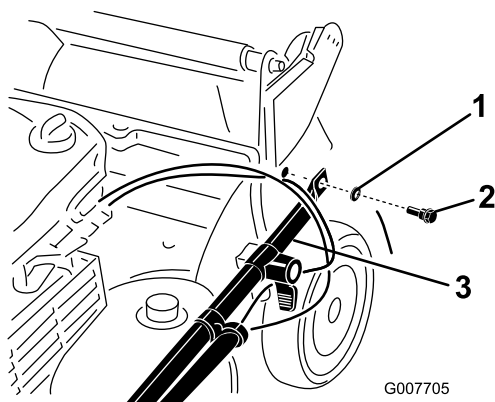

Figura 3
2. Fija los extremos del manillar al alojamiento del cortacésped con 2 arandelas y 2 pernos de manillar (Figura 3), **pero no apriete los pernos del manillar.**
Importante: Coloque los cables en el *exterior* del manillar (Figura 3).